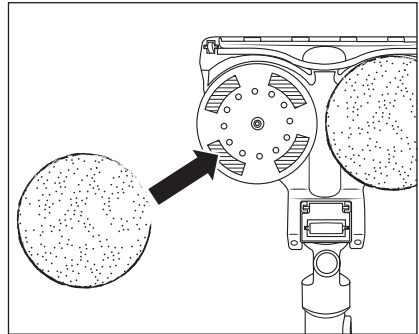

Abb. 17
- ◆ Um ein Wischpad 34 am Wischaufsatz 31 anzubringen, legen Sie es mittig auf einen der beiden Drehteller an der Unterseite des Wischaufsatzes 31 (siehe Abb. 17). Drücken Sie es dann auf den Klettbandern des Drehtellers fest.